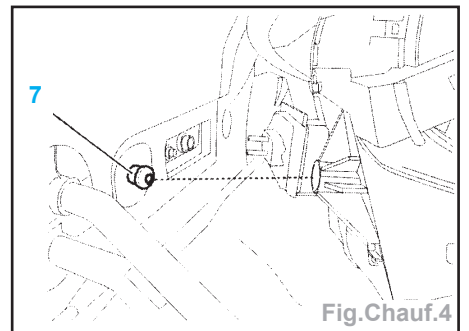

Fig.Chauf.4
- Positionner le groupe climatiseur à l'aide du centreur (7) (Fig.Chauf.4).